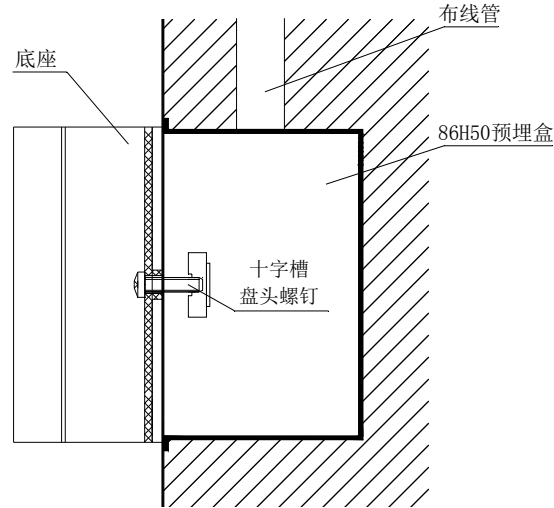

图 4-1
- ★ 固定底座：将导线从LD60(ED)底座背面进线孔穿入，用M4螺钉如图4-1所示将其安装在预埋盒固定孔上，安装尺寸见图4-1。